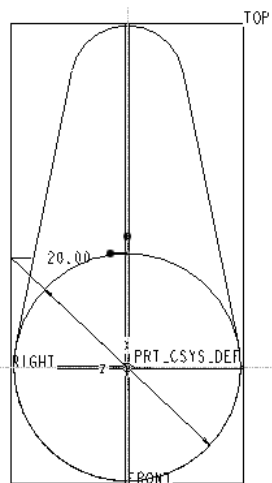
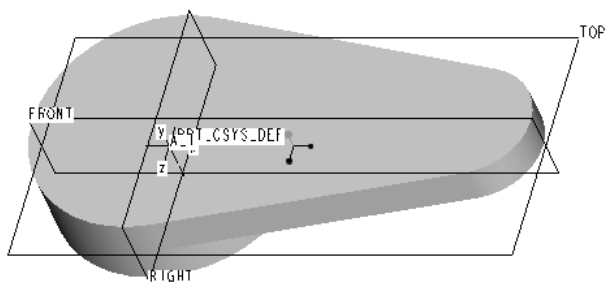

图 3.28 修改尺寸后的结果
图 3.29 圆柱体 B 生成后的情况
(4) 单击【草绘】按钮，进入草绘模式。单击【草绘】操控板中的创建圆按钮，绘制一个圆，其中心与基准中心重合。
(5) 单击【编辑】操控板中的修改尺寸按钮，点取圆的直径尺寸，在弹出的【修改尺寸】对话框中的输入框中输入新的尺寸值，修改后的结果如图 3.28 所示。
(6) 单击【草绘】操控板中的确定按钮，完成草图设计。
(7) 在【选项】中选择【侧 1】下拉列表框中的【盲孔】选项。
(8) 在【输入深度】输入框中输入拉伸厚度为 3，确定后单击按钮。
(9) 单击图形显示工具栏中的【保存的视图列表】按钮，选取【默认方向】命令，查看生成的圆柱体 B 特征，其结果如图 3.29 所示。